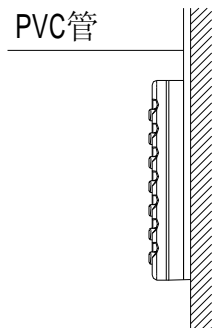
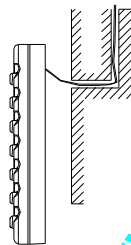

图 1 线缆明装
图 2 线缆暗装
- I 手操器（85×85×20）与室内机通讯线若用明装，可使用 1#PVC 管并在墙上设置相应的凹槽（如图 1 所示）；若用暗装，可使用 1#PVC 管（如图 2 所示）。